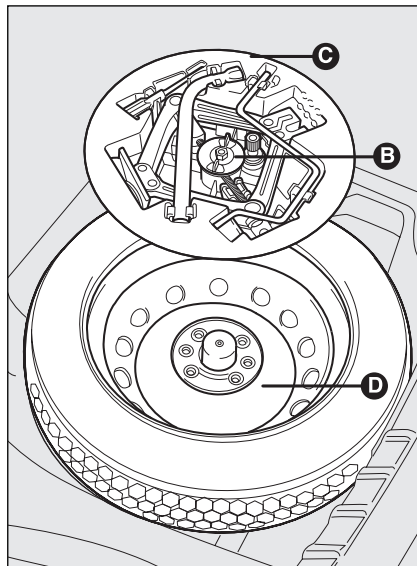

fig. 3
- dévisser le dispositif de blocage **B-fig. 3**;
- placer la roue compacte **D-fig. 3** dans l'espace prévu dans le coffre à bagages;